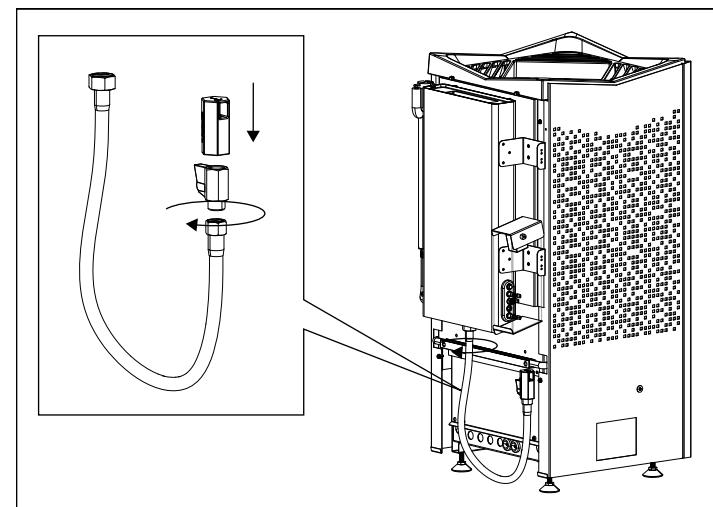

Abbildung 14: Montieren des Entleerungsschlauchs
10. Montieren Sie den Entleerungsschlauch, ziehen Sie das Ventil fest, lassen Sie den Auslaufstutzen einrasten und ziehen Sie den Schlauch am Wasserbehälter fest (siehe Abbildung 14).